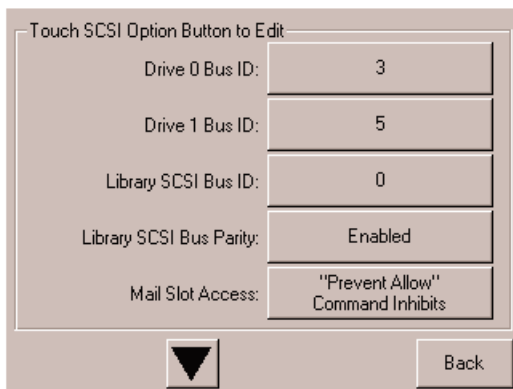

Figure 3-4. Écran du champ 0 bus ID (librairie MSL5026 présentée)
- d. Sélectionnez OK pour confirmer. Un nouvel ID SCSI apparaît maintenant dans le champ Drive 0 Bus 0 (voir Figure 3-4).